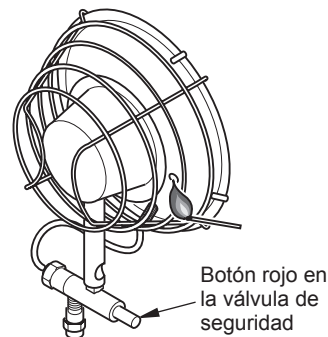

Figura 6 - Encendido del calentador con un fósforo
2. Presione varias veces el encendedor piezo-eléctrico y suéltelo (dos quemadores), o bien, acerque un fósforo encendido a la carátula del elemento de calefacción (rejilla de alambre) del calentador que está encendiendo, a través del orificio ubicado en la parte lateral del reflector. Consulte la figura 6.
3. Oprima el botón rojo en la válvula de seguridad para que se permita la entrada de gas al quemador (consulte la figura 6).